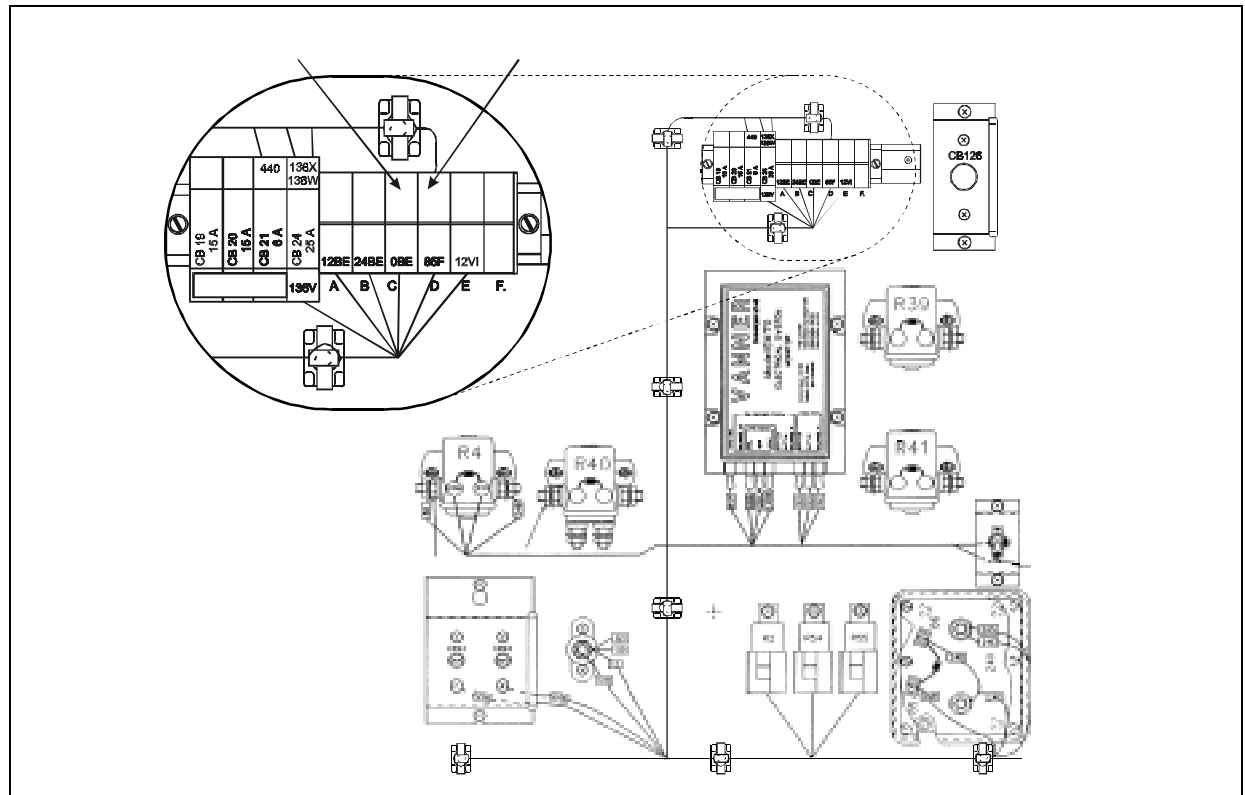

FIGURE 5: BORNES C ET D DU COMPARTIMENT PRINCIPAL D'ALIMENTATION
7. Brancher, dans le compartiment principal d'alimentation, le brin du fil électrique #064850 portant l'identification OH (noir) à la borne C et le brin 125 (rouge) à la borne D (voir figure 5).